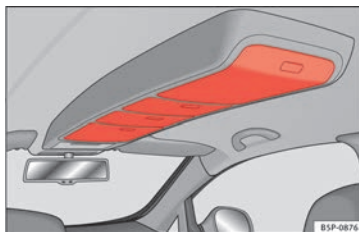

Fig. 87 Portaobjetos en el techo.
- Para abrir estos compartimentos, presione sobre el pulsador de la tapa, » » fig. 87. La tapa se abre automáticamente.